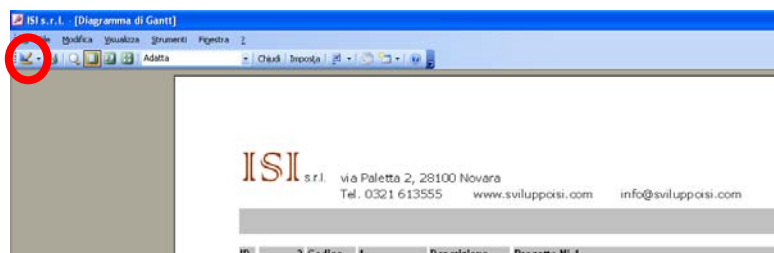

Fig. 6
- Cliccate sul tasto Visualizza Struttura (Fig. 6):